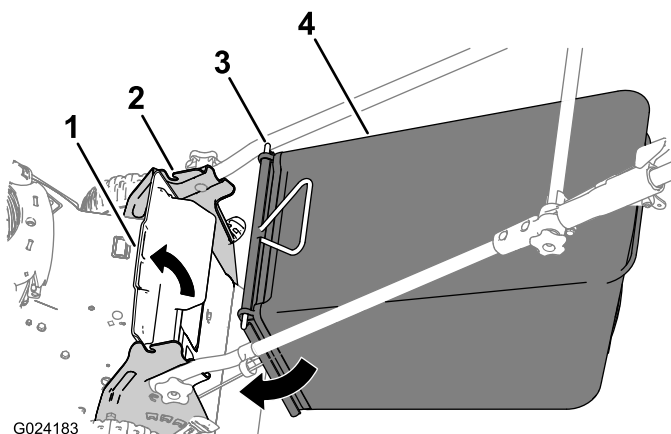

Bild 14
1. Heben Sie das hintere Ablenkblech an (Bild 14).
2. Setzen Sie die Stangenenden des Fangkorbs in die Kerben an den Holmhalterungen (Bild 14).